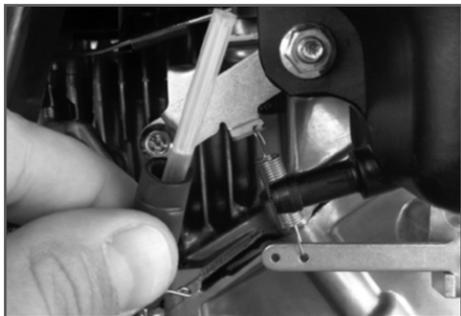

Рис. 13 Топливный фильтр
4. Извлеките из топливного шланга топливный фильтр (Рис. 13). Проверьте его целостность и чистоту, при необходимости промойте чистым бензином или замените.